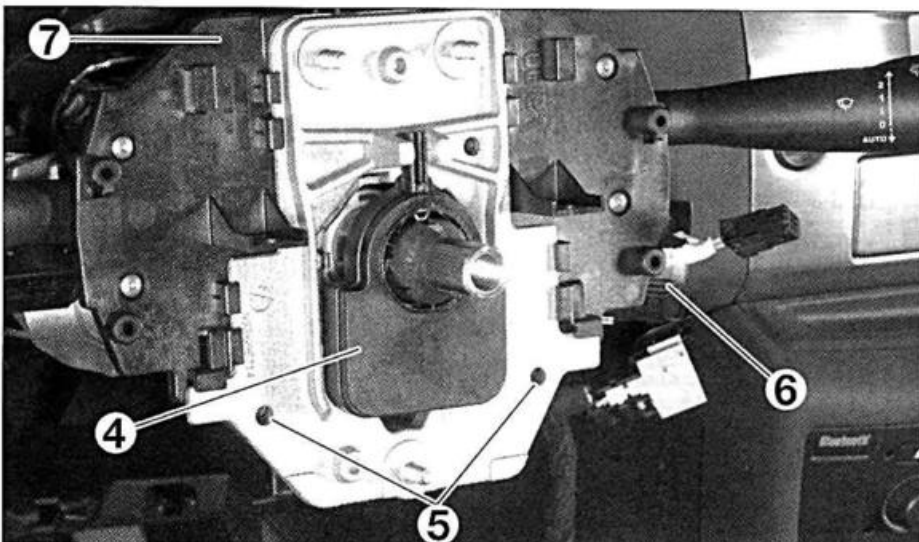

FIG. 5
- Desmontar (fig. 5):
- el captador de ángulo del volante de dirección (4),
- los tornillos (5),
- los mandos debajo volante de dirección (7),
- el antirrobo de dirección (6).